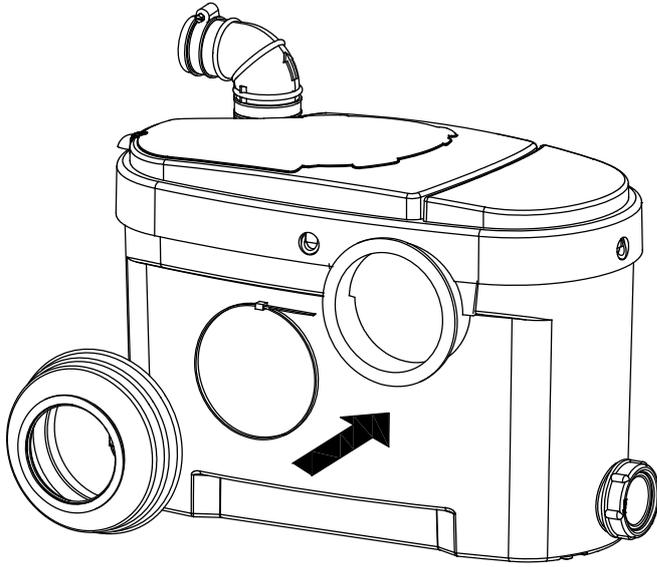

Fig. 10
- Befestigen Sie die Halterungen (F) mit den dafür vorgesehenen Schrauben (G) wie in Abb. 10 gezeigt am Gerät
- Ziehen Sie die Dichtmanschette (D) über das Abgangsrohr Ihres WC